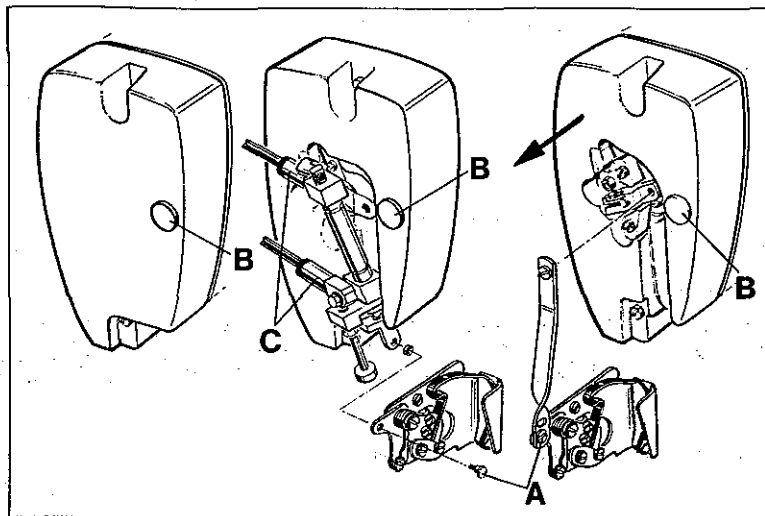
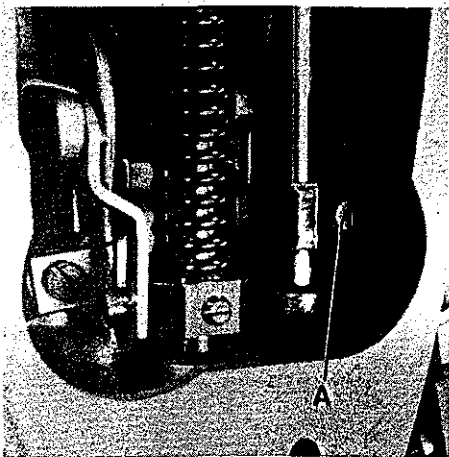
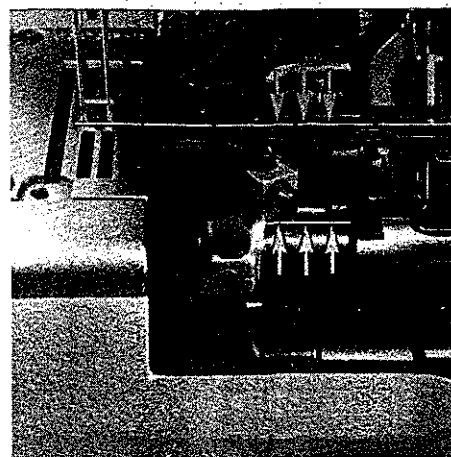
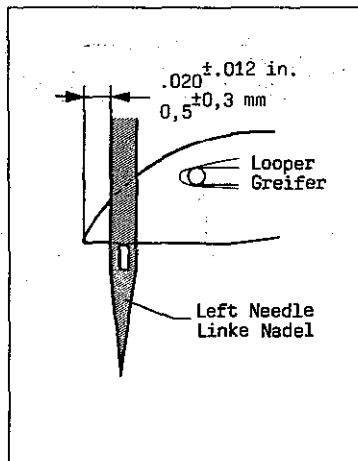

Fig.18
Fig. 19
Fig.20
Fig. 22
1. Remove the head cover\*, presser foot and feed dogs. For removing the head cover on styles with thread wiper also shoulder screw (A, Fig. 18) on bell crank lever of thread wiper has to be screwed out. On styles equipped with pneumatic thread wiper additionally the PA-tubes have to be disconnected on the straight connectors (C) of the air cylinder. On styles with solenoid operated thread wiper the head cover has to be removed horizontally (in direction of the arrow) to avoid damaging of plug and receptacle.
3. Loosen screw (A, Fig. 19) and turn needle bar as required, so the needles center in the needle holes of throat plate and are parallel to the looper shaft (see Fig. 20). This can be checked by holding a ruler against the needles.
4. Retighten screw (A, Fig. 19).
1. Entfernen Sie den Kopfdeckel\*, Drückerfuß und Transporteur. Zum Entfernen des Kopfdeckels muß bei Maschinen mit Fadenzieher auch die Ansatzschraube (A, Fig. 18) am Winkelhebel des Fadenziehers herausgedreht werden. Bei Maschinen, die mit pneumatischem Fadenzieher ausgerüstet sind, müssen zusätzlich die PA-Schläuche an den geraden Verschraubungen (C), am Luftzylinder gelöst werden. Bei Maschinen mit magnetisch betätigtem Fadenzieher muß der Kopfdeckel horizontal (in Pfeilrichtung) abgezogen werden, damit Stecker und Steckbuchse nicht beschädigt werden.
3. Lösen Sie die Schraube (A, Fig. 19) und drehen Sie die Nadelstange so, daß die Nadeln mittig in die Stichlöcher der Stichplatte einstechen und parallel zur Greiferwelle stehen (siehe Fig. 20). Dies kann durch Anlegen eines Lineals an die Nadeln geprüft werden.
4. Ziehen Sie die Schraube (A, Fig. 19) wieder an.
\* The needle bar can also be aligned and set to height without removing the head cover. For this, remove plug (B, Fig. 18) in the head cover to have access to screw (A, Fig. 19) in the needle bar connection. Remount the plug.
\* Die Nadelstange kann auch ohne Abbau des Kopfdeckels ausgerichtet und auf die Höhe eingestellt werden. Entfernen Sie dazu den Verschlussstopfen (B, Fig. 18) im Kopfdeckel, damit die Schraube (A, Fig. 19) im Nadelstangen-Mitnehmer zugänglich wird. Montieren Sie den Verschlussstopfen wieder.
The height of needle bar is correct, when the looper point at its travel from right to left is 0,5 mm (.020 in.) left of the left needle (see Fig. 22) and the top of the needle eye is flush with the underside of the looper. For adjustment loosen screw (A, Fig. 19)\* and move needle bar up or down as required. Retighten screw (A).
Die Nadelstangenhöhe ist richtig eingestellt, wenn die Greiferspitze bei ihrem Weg von rechts nach links 0,5 mm links der linken Nadel steht (siehe Fig. 22) und Oberkante Nadelöhr und Unterkante Greifer in gleicher Höhe stehen. Lösen Sie für diese Einstellung die Schraube (A, Fig. 19)\* und schieben Sie die Nadelstange nach Bedarf nach oben oder unten. Ziehen Sie die Schraube (A) wieder an. Beachten Sie, daß bei dieser Einstellung die Nadelstange nicht verdreht wird.
\* Die Nadelstange kann auch ohne Abbau des Kopfdeckels ausgerichtet und auf die Höhe eingestellt werden. Entfernen Sie dazu den Verschlußstopfen (B, Fig. 18) im Kopfdeckel, damit die Schraube (A, Fig. 19) im Nadelstangen-Mitnehmer zugänglich wird. Montieren Sie den Verschlußstopfen wieder.